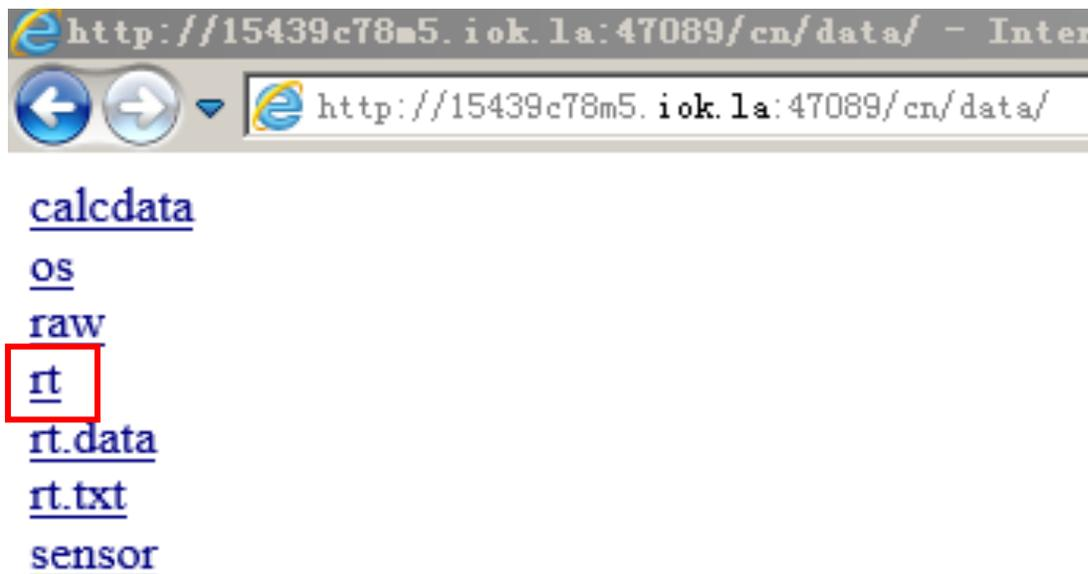
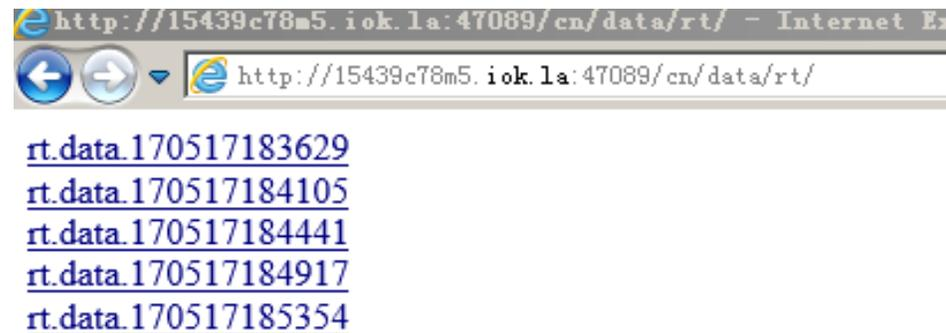

图 6.4
图 6.5
6.6. 在Web管理主页，点击“目录”进入目录列表，如图6.4点击“rt”，进入历史数据列表，如图6.5，并下载；